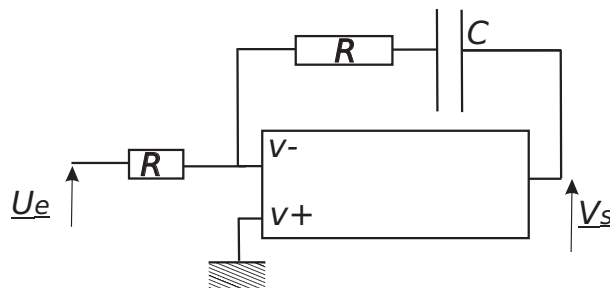

Fig. 4 – Montage à AO
- Pour palier à cet inconvénient, on utilise le montage à Amplificateur opérationnel montré dans la figure 4. On suppose l'amplificateur idéal, en régime linéaire.